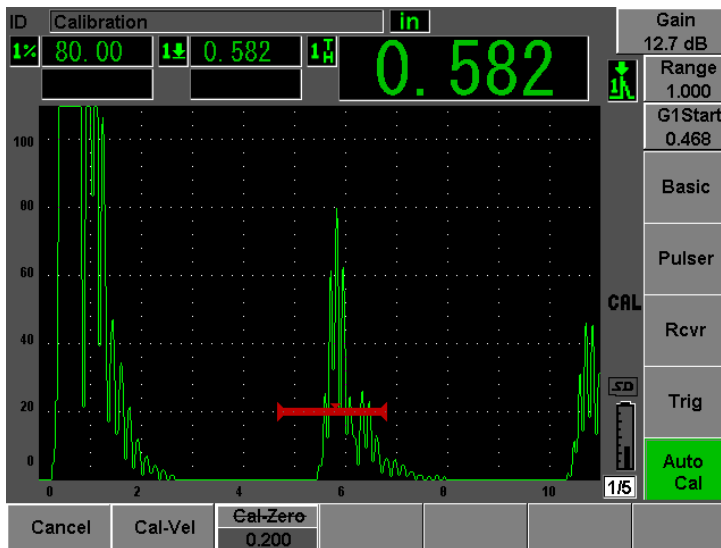

図 10-3 音速校正のためのゲート設定された信号の例
- ゲート内指示の既知の板厚値に一致するように（ここでは、0.200 インチ）値を調整します。次に、“続行：Continue”を選択し、2 番目の校正ステップへ進みます（164 ページ図 10-3 参照）。校正のこの部分で使用した厚さ値は、参照のために“校正ゼロ：Cal-Zero”パラメータボックスに保存されます。